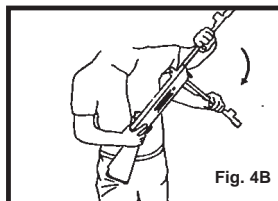

Fig. 4B
- Certains trouvent plus facile d'armer la carabine en appuyant le bout de la crosse contre la jambe. (Fig. 4B)